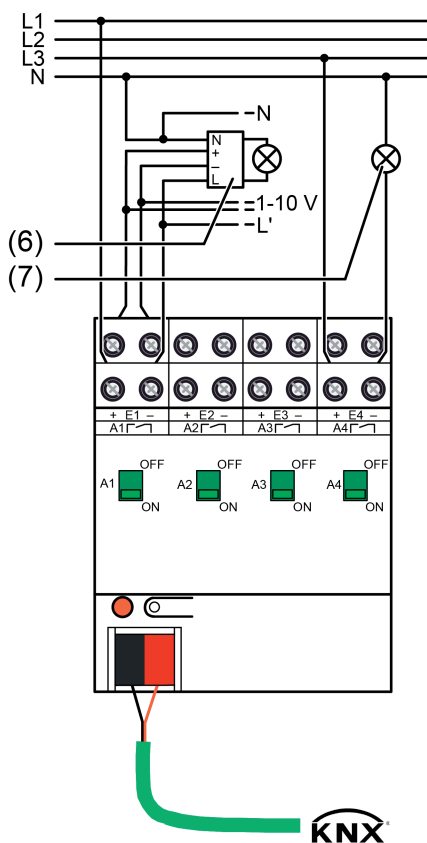

Figure 2: Exemple de raccordement
- Raccorder les contrôleurs de lampes (6) et d'autres consommateurs (7) conformément au schéma de raccordement (figure 2).